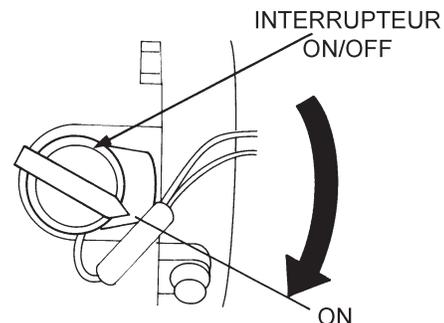

Figure 11. Interrupteur ON/OFF du moteur (position ON)
5. Régler l'**interrupteur ON/OFF du moteur** (figure 11) à la position « **ON** ».